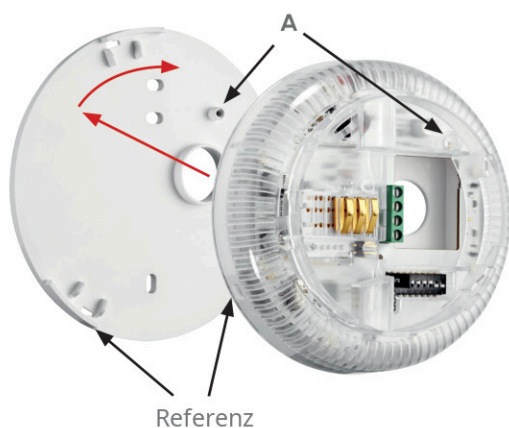

Abb. 1
- Setzen Sie die Befestigungsschraube „A“ zusammen mit der Kunststoffplatte in den Sockel ein und ziehen Sie sie fest (Abb. 1)